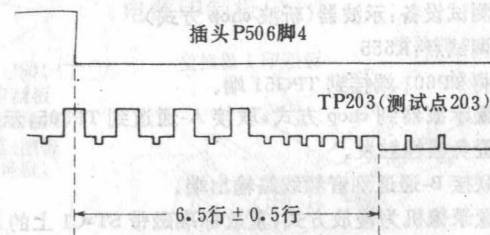
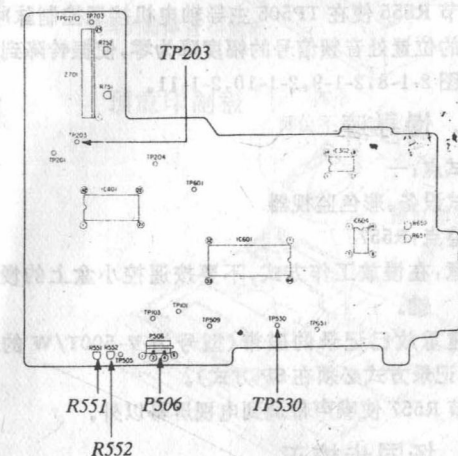

图 2-1-4
图 2-1-5 主电路板
- ② 置示波器到“chop”方式,用开关脉冲作为外触发信号,联接 A-通道到开关脉冲(P506 的 4 脚), B-通道到视频信号(TP203)。
- ③ 调节 R551,使视频信号场同步的前沿到开关脉冲的下降沿之间的差为 6.5 行 ± 0.5 行,如图 2-1-4 所示。在印制板上的位置如图 2-1-5 和 2-1-6 所示。